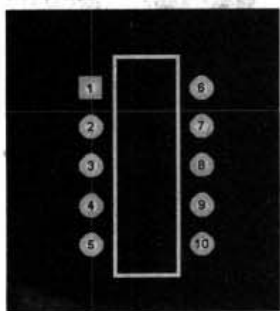

图 17-9 绘制元件的外形轮廓
- (7) 在工作区底部单击 TopLayer 选项卡, 将工作界面切换到顶层, 执行菜单命令 Place|Track, 或者单击绘图工具栏上的按钮。
- (8) 光标变成十字形, 在工作区内画出元件封装的外部轮廓, 如图 17-9 所示。